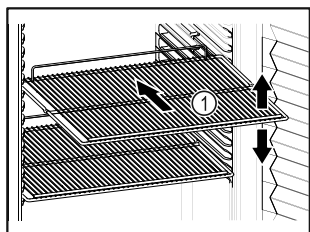

Fig. 60 Példaként szolgáló ábrázolás
- Ha a tárolófelületek Fig. 60 [1] áthelyezhetők, akkor igazítsa be őket a kívánt magasságnak megfelelően.